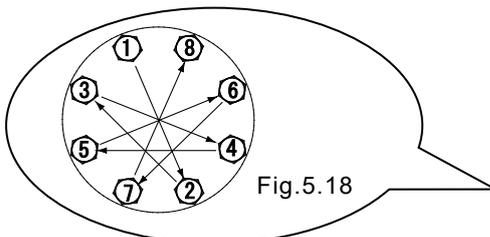

Fig. 5.18
- Apriete los tornillos gradualmente en secuencia con una diagonal incluso par. (consulte Fig. 5.18)